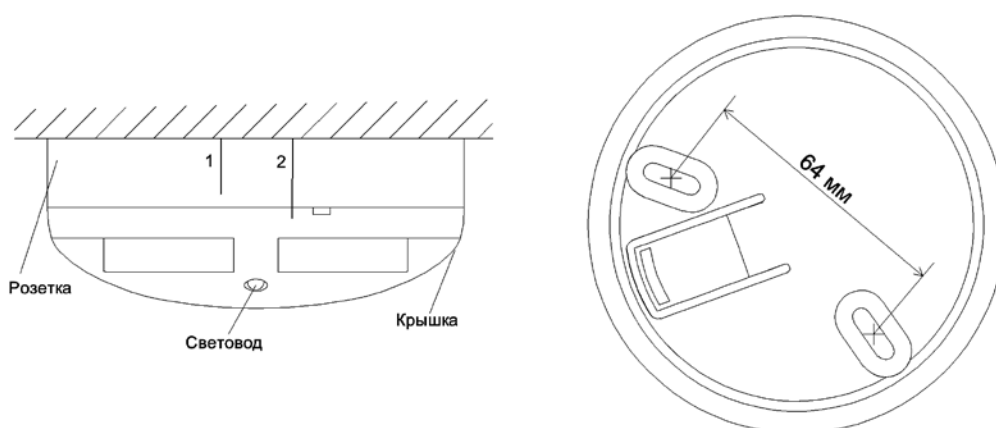

Рисунок 11-3
- При установке извещателя в розетку необходимо совместить риску на корпусе извещателя с «короткой риской 1» на розетке и повернуть его по часовой стрелке до совмещения с «длинной риской 2» (см. Рисунок 11.3).